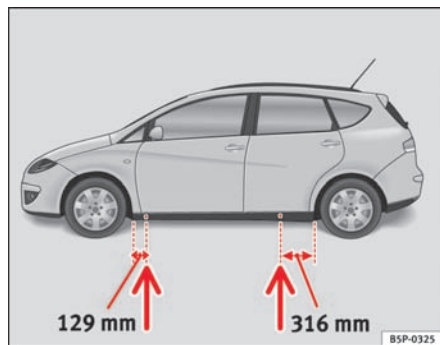

Fig. 178 Løftepunkter
- Find det løftepunkt under dørpanelet, der er tættest på det hjul, der skal skiftes ⇒ fig. 178.
Panelet er trykket lidt ind forrest og bagest, der hvor donkraften må sættes på ⇒ fig. 178. Der er et sted til donkraften for hvert hjul. Placer ikke donkraften andre steder.